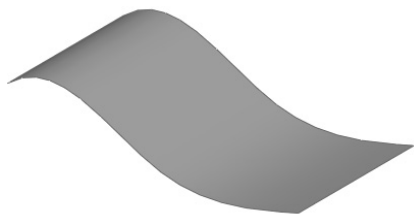

图 6-59 曲面模型
- [1] 打开初始文件“Z6L6.prt”，曲面模型如图 6-59 所示。